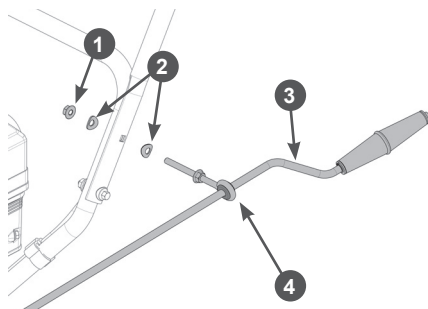

Рис. 13. Установка рычага управления поворотом жёлоба (сторона рукояток)
- Вставьте опорный кронштейн рычага в свободное отверстие на рукоятках, как показано на Рис. 13 и закрепите его с помощью гнутых шайб М8 и гаек М8, не затягивая гайку.